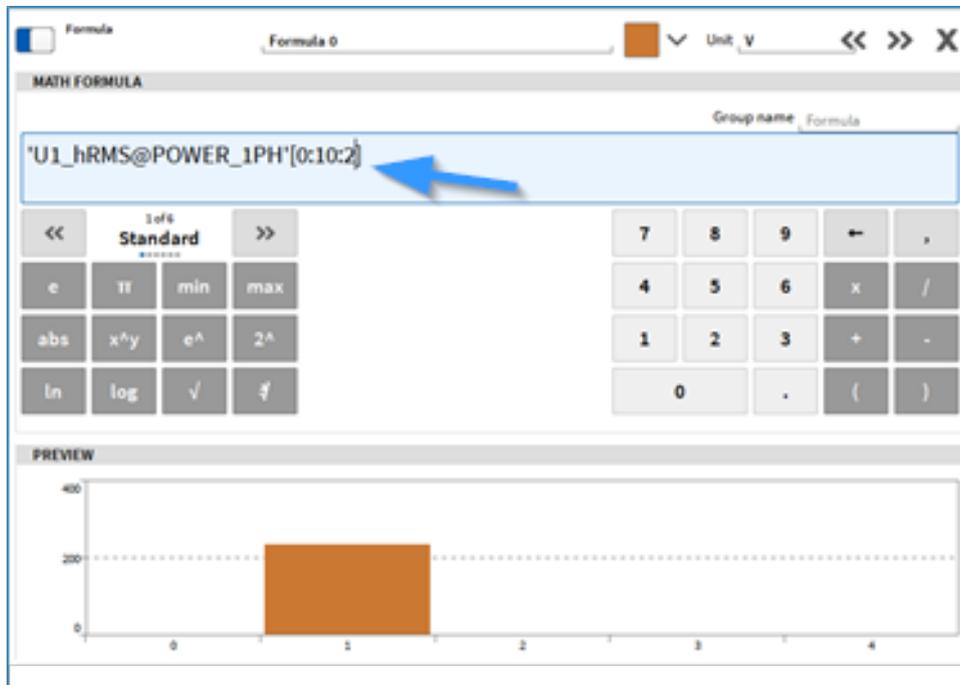

Abb. 7.76: Extraktion mehrerer benachbarter Elemente mit Schrittweite zwischen den zu extrahierenden Elementen
- Extraktion mehrerer benachbarter Elemente mit einer Schrittweite zwischen den zu extrahierenden Elementen (siehe Abb. 7.76). Die Ausgabe ist ein Array-Kanal mit der Anzahl der extrahierten Elemente als neue Dimension.